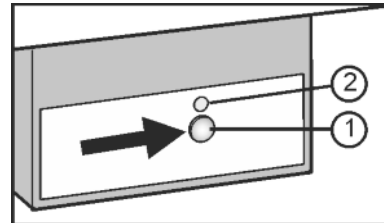

Fig. 18
- ▶ Druk op de toets On/Off Fig. 18 (1), zodat de LEDs Fig. 18 (2) branden.